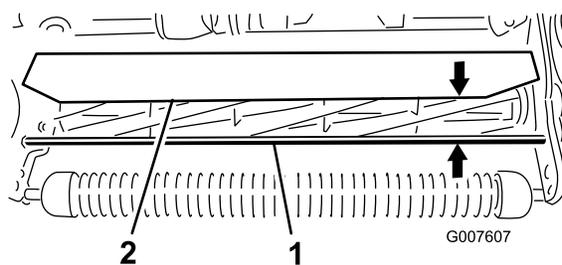

図 55
1. 前サポートロッドの上面からシールドの前リップまでの距離をカッティングユニットの両端で測定する (図 55)。